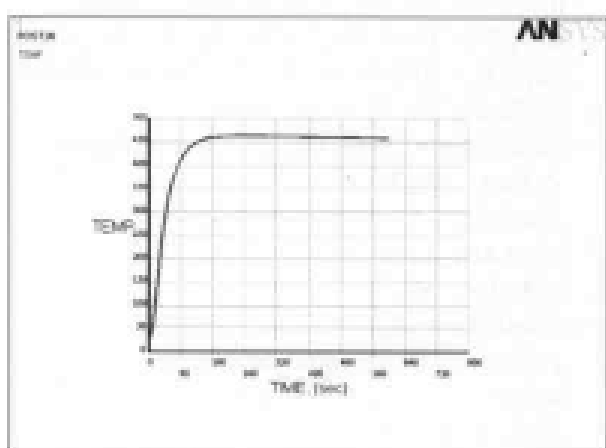

图 12-69 D 点温度随时间的变化关系曲线
(39) 选择 Main Menu | TimeHist Postpro | Graph Variables 命令, 出现 Graph Time-History Variables 对话框, 在文本框中输入 5, 单击 OK 按钮, ANSYS 显示窗口将显示 D 点温度随时间的变化关系曲线图, 如图 12-69 所示。